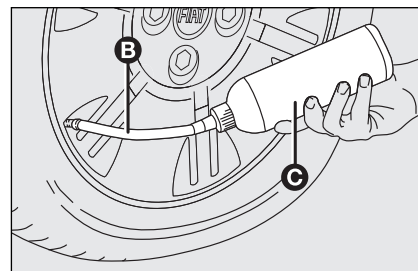

fig. 16
- inserire il tubo flessibile di riempimento **B**-fig. 16 sulla valvola del pneumatico, mantenere la bottiglia **C** con il tubo rivolto verso il basso quindi premere in modo che tutto il sigillante entri nel pneumatico;